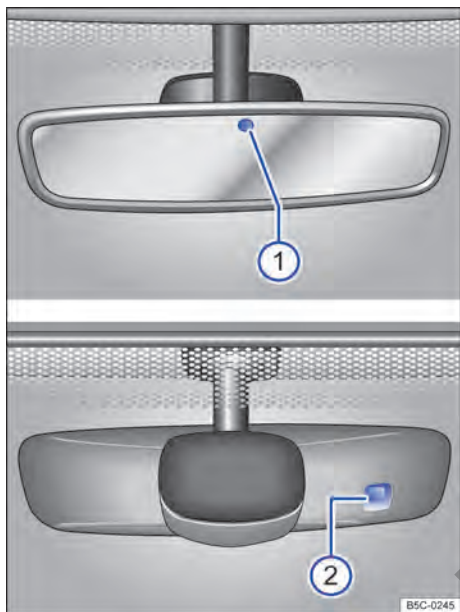

Fig. 72 En el parabrisas: espejo retrovisor interior antideslumbrante automático.
Las posibles causas de averías e interpretaciones erróneas en la zona de la superficie sensible → fig. 72 del sensor de lluvia son, entre otras:
Cuando se conecta el encendido, los sensores miden la incidencia de luz. Hay 2 sensores en el espejo retrovisor interior, uno que mide la incidencia de luz por *delante* → **fig. 72** ① y otro que mide la incidencia de luz por *detrás* ②. En función de los valores medidos, el espejo retrovisor interior se oscurece automáticamente.